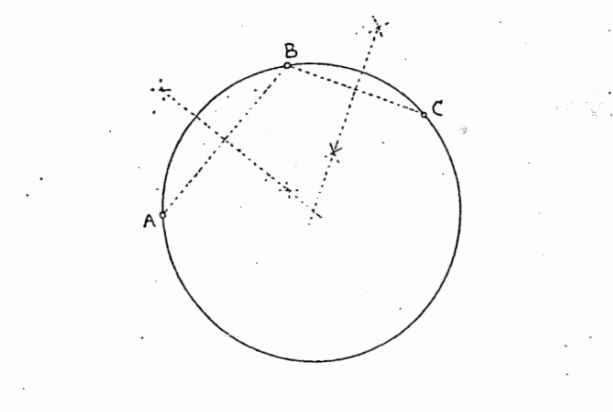

Figura 3
- Esercizio n.3 Disegnare una circonferenza passante per tre punti (Figura 3)